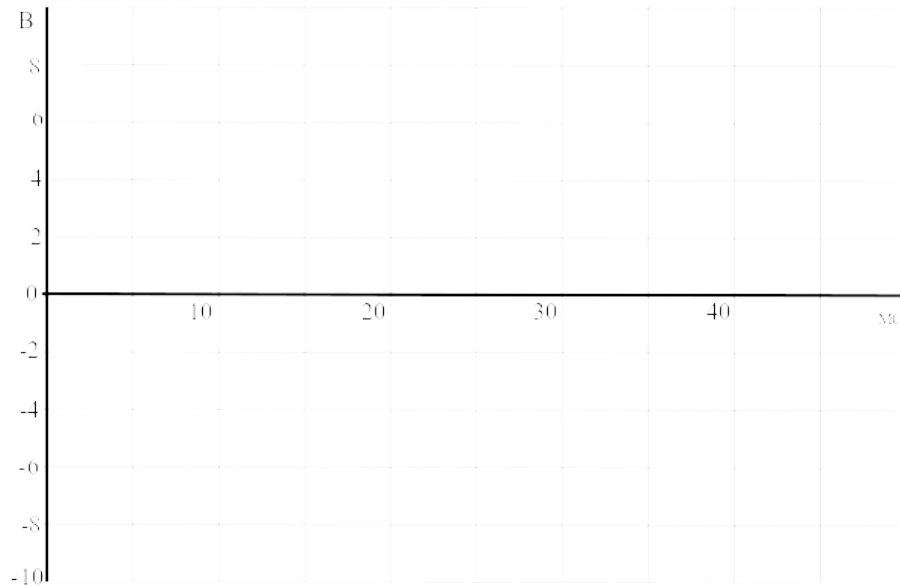

Рисунок 9
3.2. Включите виртуальные приборы V0 и V1 и осциллограф. Подключите два любых входа осциллографа к каналам V0 и V1. Установите развертку 5 мС/дел. Перенесите на график (рис. 9) осциллограммы входного и выходного напряжений.
3.4. Параллельно нагрузочному резистору R_n подключите сглаживающие конденсаторы C с емкостями, указанными в таблице 3, повторите измерения и дорисуйте графики выпрямленного напряжения на рис. 9.